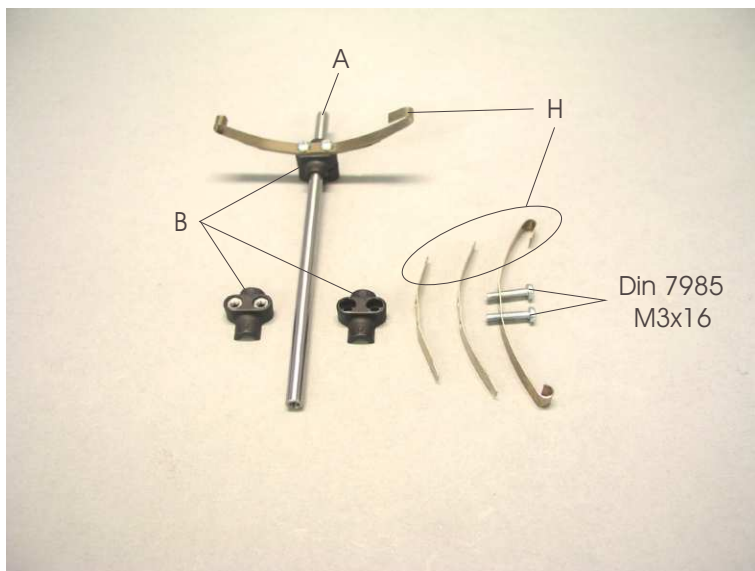

Bild 2
In Bild 2 sehen sie, wie die Achshalter (B) und die Blattfedern (H) mit der Achse (A) verbunden werden. Die Schrauben und U-Scheiben aus dem Blattfederstet (H) benötigen sie später zur Montage der Blattfedern am Drehschemel.